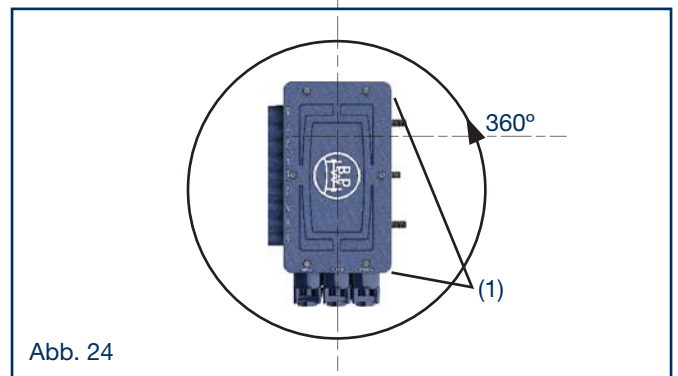

Abb. 24
Der Abstand zwischen Port (1) und dem Luftbehälter muss so gering wie möglich sein (Abb. 24).